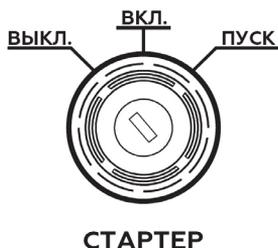
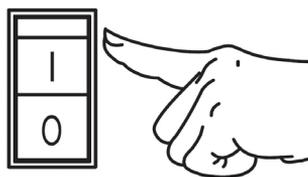

Рис. 13 Замок зажигания
Рис. 14 Выключатель зажигания GG3200
- Вставьте ключ в замок зажигания на панели управления и переведите ключ в положение «ВКЛ.» (Включено) (Рис. 13).
- Переведите ключ зажигания в положение «ПУСК» (Рис. 13) и удерживайте его. После запуска двигателя отпустите ключ зажигания, он автоматически встанет в положение «ВКЛ.».
- Вставьте ключ в замок зажигания на панели управления и переведите ключ в положение «ВКЛ.» (Включено) (Рис. 13). Для модели GG3200: переведите выключатель зажигания в положение «I» (Включено) (Рис. 14).